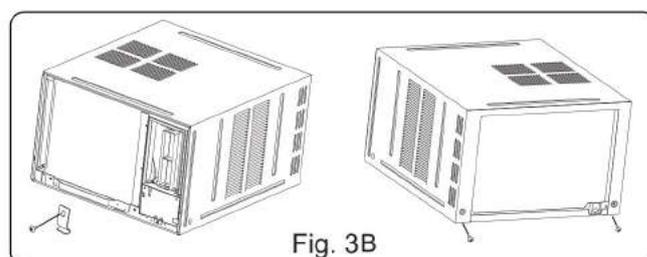

Fig. 3B
- Retirer une vis sur les fixations du châssis, puis retirer les fixations. Retirer les deux vis situées à l'arrière de la carrosserie comme montré Fig.3B.